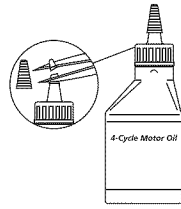

Fig. 4
Esta unidad se suministra con una botella de 2.03 onzas fluidas (60 ml) de aceite SAE 30 SF, SG, SH (Fig. 4).
1. Desenrosque la tapa de la botella de aceite y quite el sello de papel que cubre la abertura. Vuelva a colocar la tapa y corte la punta de la boquilla del embudo (Fig. 4).